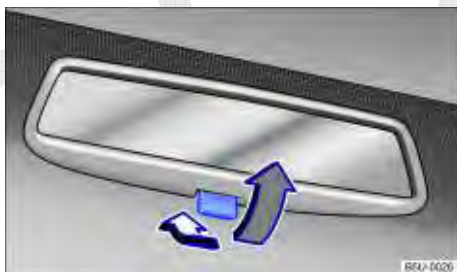

Fig. 72 No para-brisa: espelho retrovisor interno com antiofuscante manual.
- Posição noite: puxar a alavanca ⇒ Fig. 72 (seta cinza), para evitar o ofuscamento dos faróis dos veículos que trafegam atrás.